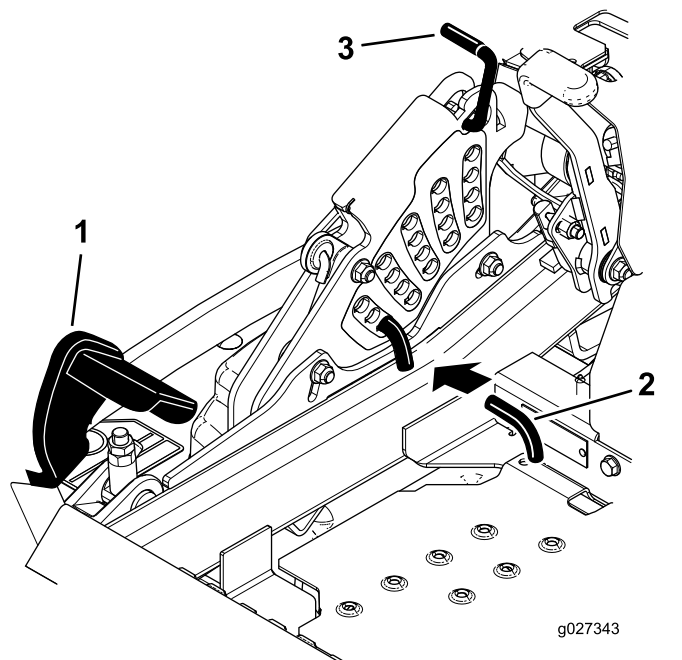

Figure 116
5. Enfoncez la pédale de levage du tablier de coupe au maximum pour verrouiller le tablier à la position transport de 14 cm (5½ po) (Figure 116).